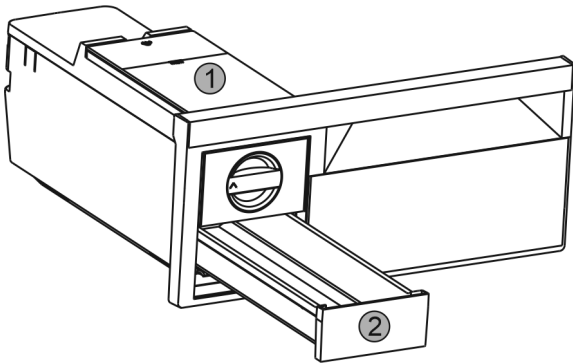

Fig. 79
- ▶ Watertank Fig. 79 (1) en ijsblokjeslade Fig. 79 (2) verwijderen.